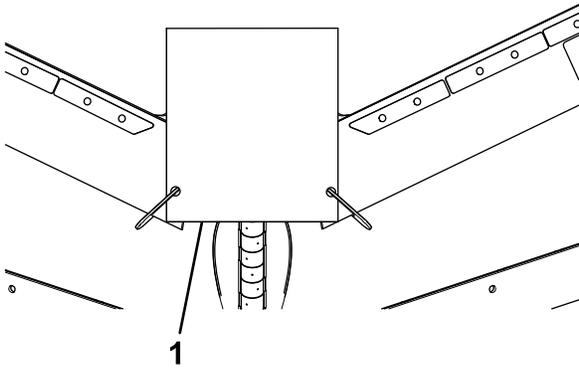

**Figura 5**
**Nota:** Si su pala no tiene taladros para usar como guía, utilice la Figura 5 como guía para la perforación.
4. Sujete las pletinas de 45° a los taladros interiores usando 4 pernos de cuello cuadrado (5/16"), 4 arandelas (5/16") y 4 contratuercas de nylon (5/16"), como se muestra en la Figura 5.
5. Sujete las pletinas cuadradas a los taladros restantes (Figura 5) usando las fijaciones indicadas a continuación para su quitanieves: